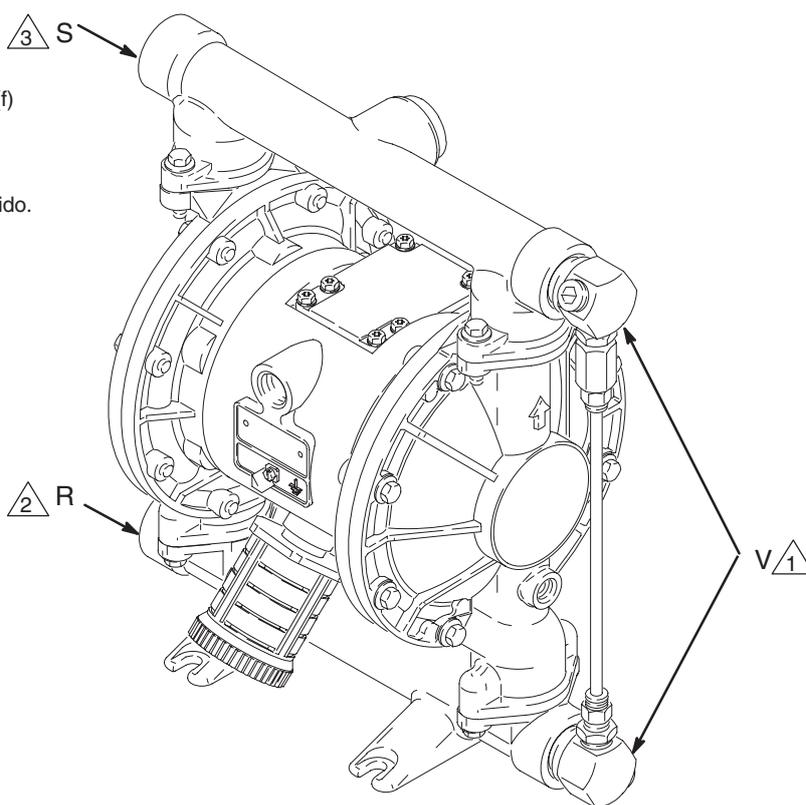

Fig. 7
Il kit per lo sfogo della pressione, 235409 (V), è disponibile per le pompe in alluminio, per impedire la sovrappressurizzazione e la rottura della pompa o del tubo. Vedere Fig. 7. Nel kit sono comprese le istruzioni.